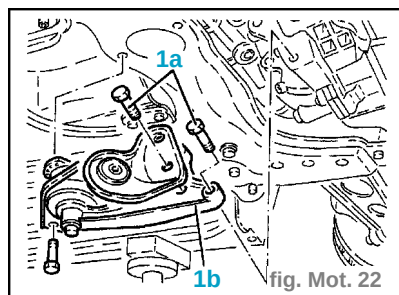

fig. Mot. 22
- port rigide arrière du groupe motopropulseur (1b). (fig. Mot. 22)
- Monter le support rigide arrière du groupe motopropulseur (1b) et le fixer avec ses vis (1a) au couple prescrit. (fig. Mot. 22)